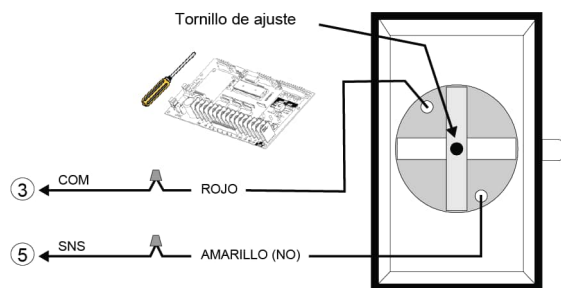
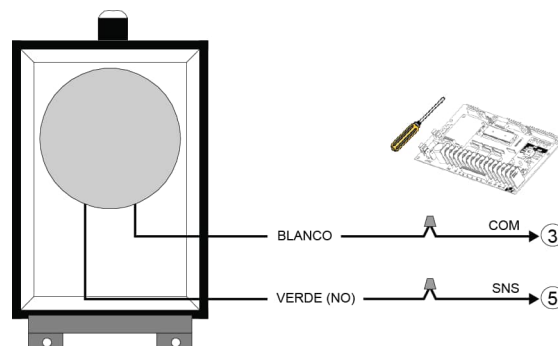

Figura 26 - AIRSWITCH 001 / 007
Figura 27 - AIRSWITCH 009 / 018
3. Utilizar un cable en espiral o carrete de recogida para conectar el interruptor de aire a los terminales del operador. Instalar los cables eléctricos de acuerdo con la Figura 26 o la Figura 27.